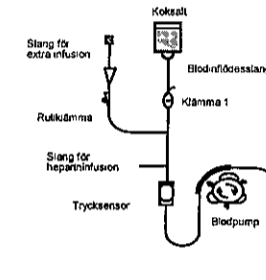

Fig. 1
- Placera pumpsegmentet i pumphuset och trycksensorn i trycksensorenheten (Fig. 1).